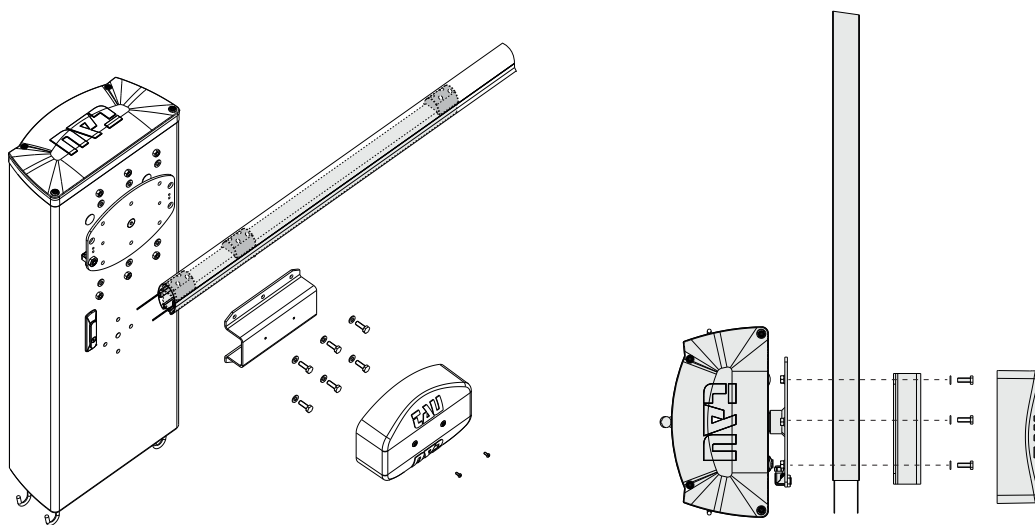

fig. 2
- 2_ Montare lo spezzone sulla barriera dal lato attacco flangia (fig. A), fissandolo con le viti e i dadi in dotazione, allineandolo alla staffa ad omega come mostrato in fig. 2;
- 2_ Fit the length onto the barrier on the flange connection side (fig. A0), fixing it with the screws and the nuts supplied, aligning it with the omega bracket as shown in fig. 2;
- 2_ Montieren Sie das Teilstück von der Seite des Flansch-Anschlusses (Abb. A), befestigen Sie es mit den mitgelieferten Schrauben und Mutter und richten Sie den Omega-Bügel wie auf Abb. 2 gezeigt aus.
- 2_ Monter le tronçon sur la barrière du côté du raccord bride (fig. A), en le fixant avec les vis et les écrous fournis, en alignant à la bride oméga comme sur la fig. 2;
- 2_ Monte la sección en la barrera del lado de enganche brida (fig. A), fijándola con los tornillos y tuercas entregados de serie, alineándola con el soporte tipo omega, como muestra la fig. 2;
- 2_ Montar a parte na cancela pelo lado encaixe flange (fig. A), fixando-a com os parafusos e porcas fornecidas e alinhando-a com o suporte, tal como ilustrado na fig. 2;